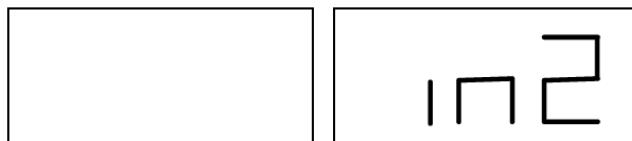

Рис. 6.4 - Ввод позиции веса W2
- Если угол больше 120°, стенд будет отображать сообщение, показанное на рисунке 6.2, в течение одной секунды и будет издавать трехкратный звуковой сигнал, указывающий, что должна быть выбрана другая точка. Если угол меньше 120°, стенд будет отображать сообщение, показанное на рис. 6.4, что позволяет перейти к следующему шагу;